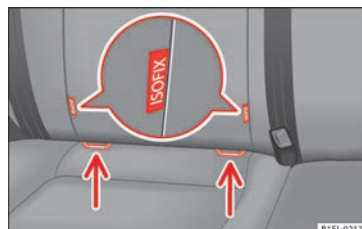

Fig. 26 Sul sedile del veicolo: versioni diverse per l'identificazione dei punti di ancoraggio inferiori per i seggiolini per bambini.
- Incastrare il sedile per bambini sugli anelli di fissaggio » **fig. 26**, nel senso della freccia.
- Collocare il seggiolino sulla seduta e agganciare i ganci delle cinture di fissaggio negli anelli di fissaggio » **fig. 26.**